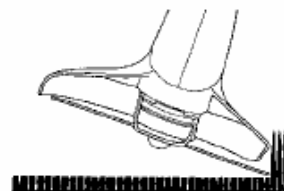

Fig. 16
2. **DEBROUSSAILLAGE AU PLUS PRES** (Fig.16) Positionnez la débroussailleuse droite avec une légère inclinaison afin que la tête de coupe du bas soit au dessus du niveau du sol et que le contact de coupe ait lieu au point de coupe approprié. Toujours couper éloigné de l'utilisateur Ne tenez pas la débroussailleuse dirigée vers l'utilisateur